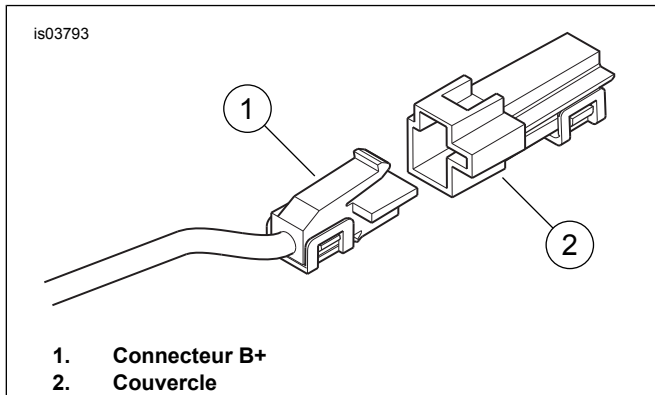
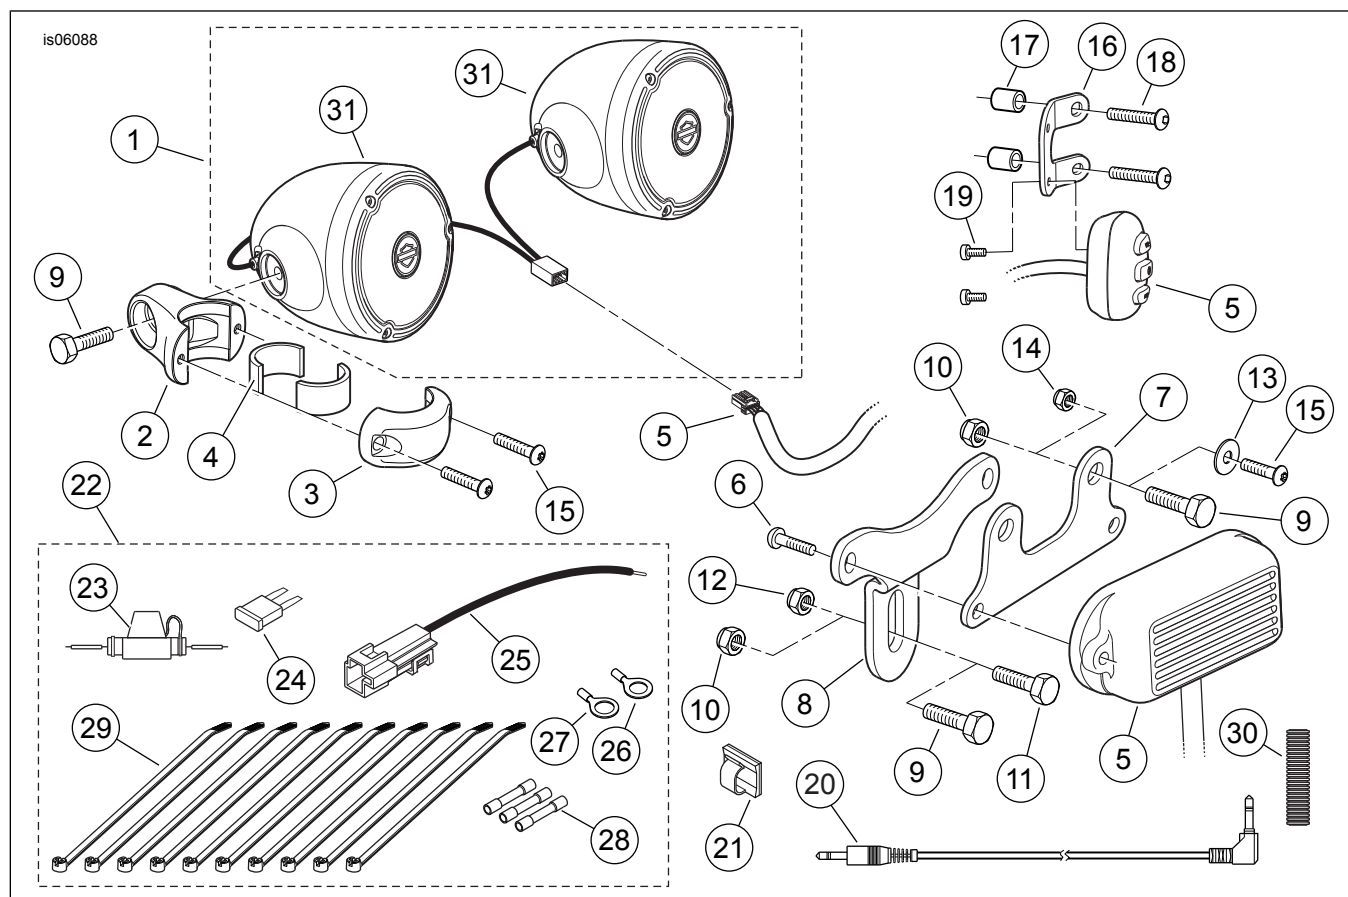

Figure 4. Connecteur B+
Figure 5. Pièces détachées, kits de haut-parleurs et amplificateur montés sur guidon
1. Voir Figure 5. Prendre le jeu de visserie électrique (22) du kit. Sélectionner le porte-fusible en ligne (23) et un connecteur bout à bout scellé bleu (28) du jeu de visserie.
4. Sélectionner l'extrémité libre du fil **rouge** dans l'ensemble de faisceau de fils. Prendre deux connecteurs bout à bout scellés bleus (28) et le fil d'adaptateur de 12 V (25) du jeu de visserie. Épisser le porte-fusible en ligne au fil rouge selon les instructions du manuel d'entretien. Épisser le fil d'adaptateur à l'extrémité opposée du porte-fusible en ligne.
5. Voir Figure 4. Rechercher le connecteur B+ (borne positive de la batterie) (1) sur le faisceau électrique principal, sous la selle (fil rouge avec un connecteur gris non utilisé). Enlever le couvercle (2) du connecteur B+. Accoupler le connecteur du fil d'alimentation **rouge** sur l'ensemble de faisceau de fils au connecteur B+.
10. Enrouler l'excès de longueur de fil sous le réservoir de carburant, à l'intérieur de la nacelle ou sous la bride de guidon, là où cela ne gênera pas le mouvement de la direction. Installer le fusible de 5 A (24) dans le porte-fusible en ligne sur le fil rouge.
13. Voir Figure 5. Le connecteur de 3,5 mm de la commande de guidon peut être attaché au guidon avec des serre-câbles ou attaché au té de fourche supérieur ou à la nacelle avec l'attache à support adhésif (21) du kit. Si l'attache est utilisée :